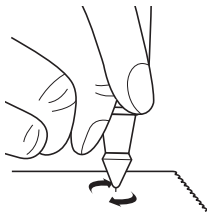

Abb. 2.3
- Stellen Sie sicher, dass das Gerät ausgeschaltet ist. Halten Sie den Fühlerstift mit der Stiftspitze im rechten Winkel (90 Grad) zu einem Papier oder einer Steinauflage. Bewegen Sie ihn in einer Kreisbewegung, ohne die Spitze zurückzuziehen (**Abb. 2.3**).